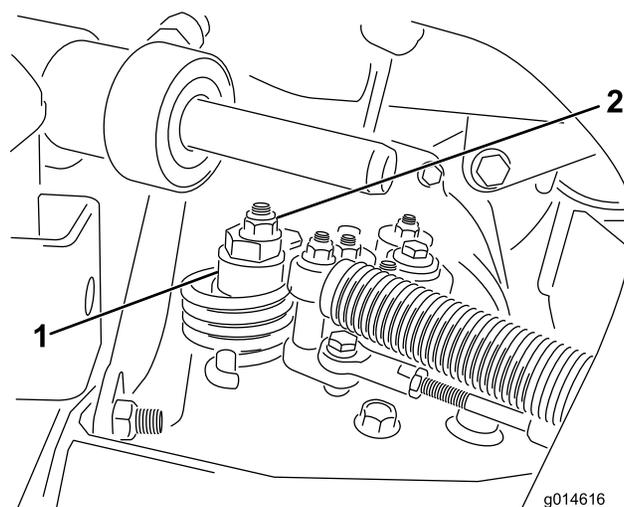

Figure 49
- A. Desserrez l'écrou de fixation de l'excentrique en haut de l'hydrostat (Figure 49).
- C. Tournez l'excentrique jusqu'à ce que la roue ne tourne plus dans aucune direction. Lorsque la roue arrête de tourner, serrez l'écrou pour bloquer l'excentrique et le réglez (Figure 49). Vérifiez le réglage avec la commande d'accélérateur en position bas régime, puis haut régime.